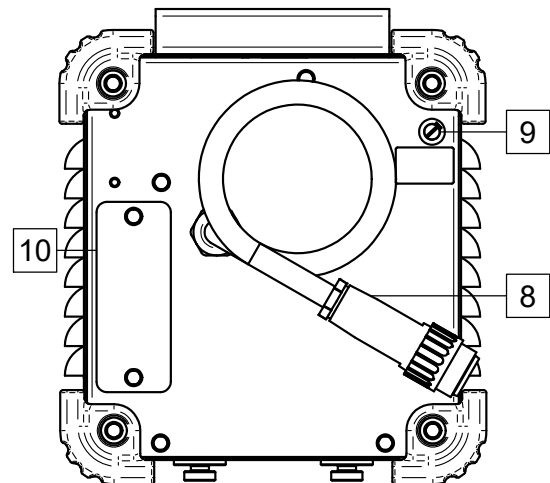

Bild 5
- Anslut slangerna med snabbkopplingen (som monterats på utrustningen) på kylarens inlopp och utlopp (bild 5).